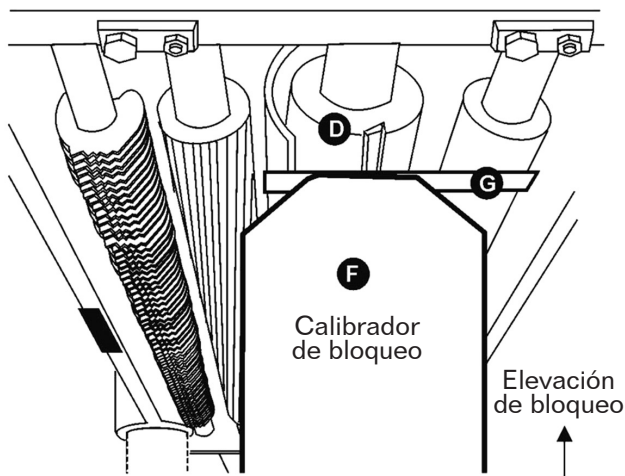
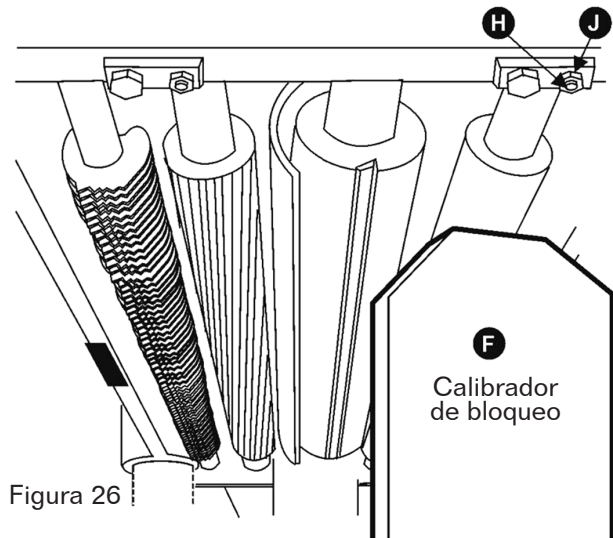

Figura 25
Figura 26
3. Coloque el calibrador de bloqueo (F, Figura 25) sobre la mesa directamente debajo del cabezal cortador (D, Figura 25).
4. Utilizando un calibre de espesor de 0,02" (0,5 mm) (G, Figura 25) colocado encima del calibrador de bloqueo, levante la mesa de trabajo hasta que la cuchilla toque el calibrador de espesor cuando la cuchilla esté en su punto más bajo. No mueva la mesa de trabajo hasta que se ajuste el rodillo de salida.
5. Retire el calibrador de espesor y mueva el calibrador de bloqueo (F, Figura 25) debajo de un extremo del rodillo de salida. La parte inferior del rodillo de salida debe tocar la parte superior del calibrador de bloqueo. Si es necesario ajustar el rodillo de salida, afloje la tuerca de bloqueo (J, Figura 26) y gire el tornillo (H, Figura 26) hasta que el rodillo de salida toque el calibrador de bloqueo. Luego apriete la tuerca de bloqueo (J, Figura 26).